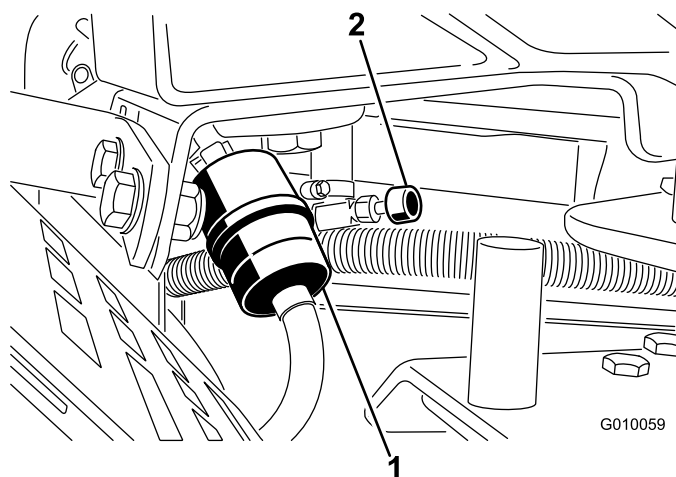

図 51
2. 燃料バルブを閉じる (図 51)。
3. 古いフィルタのクランプをゆるめて脇に寄せる (図 51)。
5. 新しいフィルタをホースに取り付け、クランプで固定する (図 51)。
7. 燃料バルブを開く (図 51)。
2. 燃料バルブを閉じる（図 51）。
3. 燃料フィルタについているクランプをゆるめ、フィルタからずらす（図 51）。
4. フィルタから燃料ホースを抜き取る（図 51）。燃料バルブを開き、排出される燃料を容器に受ける。
5. フィルタに燃料ホースをつなぎ、クランプで固定する（図 51）。